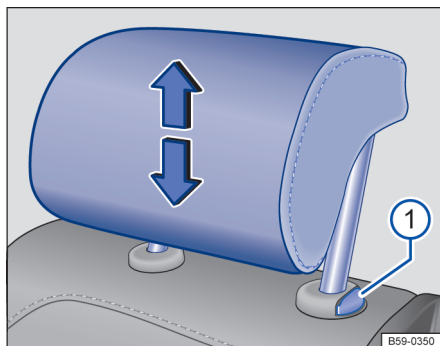

图 81 拆卸和安装后排头枕
- 按住按钮 → 图 81 ① 将头枕完全拉出。
- 按住按钮 → 图 81 ① 向下移动头枕。